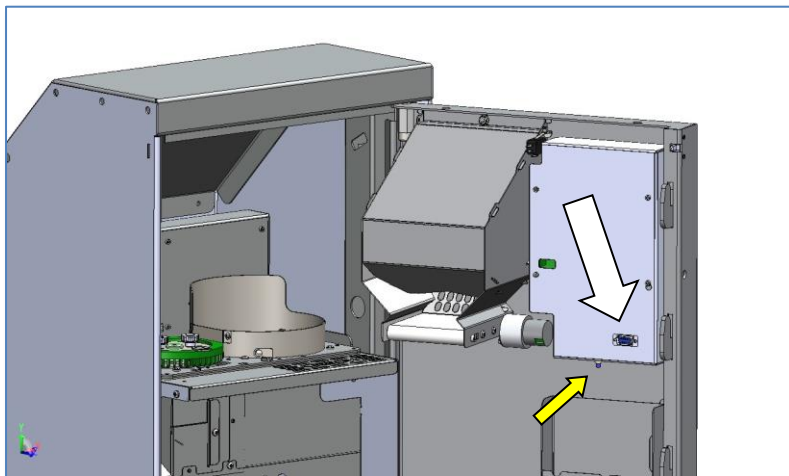

Fig. 3.5.12 – Porta RS 232 per aggiornamento Firmware
Tenere inoltre presente che l'erogazione interna è sempre fruibile, mentre per quella esterna risulta necessaria la pressione del pulsante di sicurezza indicato dalla freccia piccola in Fig. 3.5.12
- L'aggiornamento Firmware viene eseguito, solo da personale autorizzato, utilizzando la porta RS 232 presente sul carter di protezione scheda (Fig. 3.5.12).